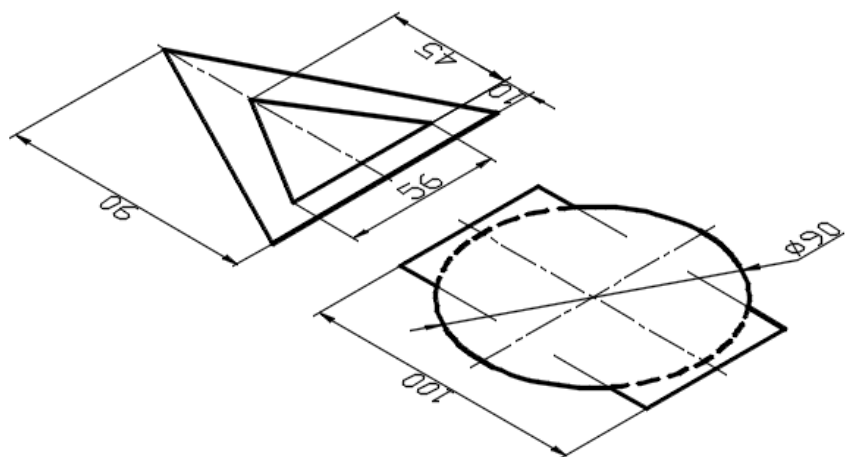

Рис. 15
3. На панели **Вид** щелкнуть по кнопке **Ю-3 изометрия** (). На экране получим аксонометрическое изображение (рис. 15).